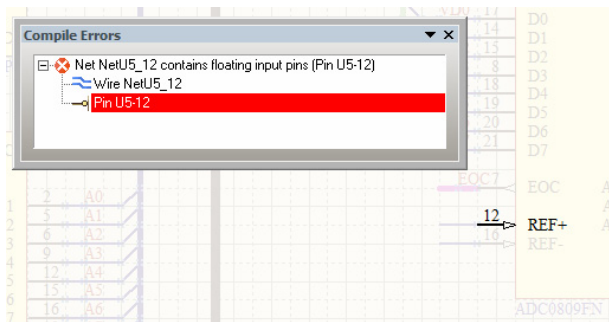

图 5-9 Compile Errors 面板及错误定位
(3) 双击 Messages 面板中的某一条违规信息，会打开 Compile Errors (编译错误) 面板，显示违规详细信息和涉及的对象，同时原理图跳转到违规处并高亮显示，原理图其余部分则淡化显示，方便用户定位，如图 5-9 所示。淡化程度可以通过编辑窗口右下方的 Mask Level 中的 Dim 滑动条控制，滑块往下，淡化程度加深。单击编辑窗口右下方的 Clear 按钮可以恢复正常显示状态。